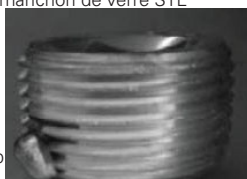
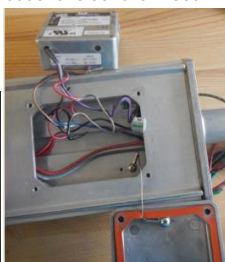

Figure 15
Figure 14
- Vérifier qu'une quantité suffisante de lubrifiant STL recouvre les entrées de conduit et que toutes les entrées de conduit non utilisées sur les bouchons sont fermées par des fiches lubrifiées (voir la figure 15).
- Vérifier que le conduit est installé sur au moins cinq (5) filetages complets dans les entrées de conduit des bouchons. Un manchon de verre STL d'approximativement 1/8 po (3,2 cm) est recommandé sur les entrées de conduit.
- S'assurer que l'emplacement des fils est sécuritaire et adéquat, soit à l'intérieur du couvercle du circuit de commande et non sur le circuit de commande. Fixer le couvercle du circuit de commande sur le boîtier du luminaire (voir la figure 14).